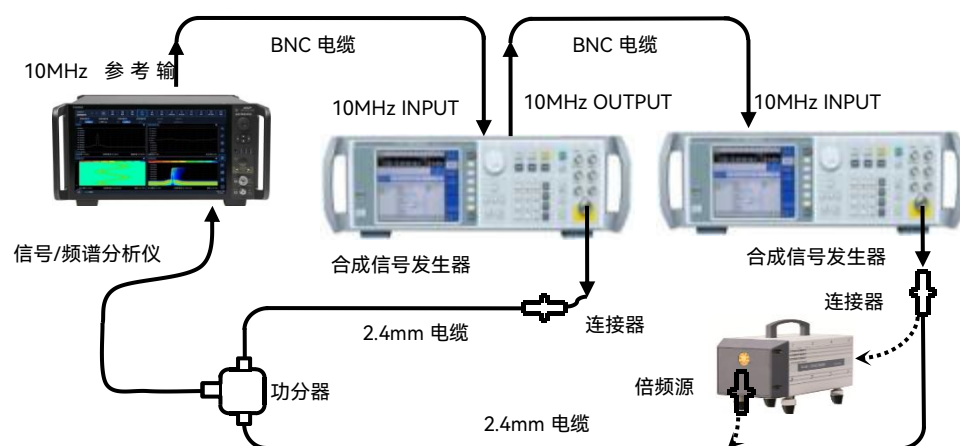

图 7.10 射频输入 2 端口频宽准确度测试示意图
- 1) 如图 7.10 连接仪器，复位 4082,设置 4082 为两台合成信号发生器提供频率参考。